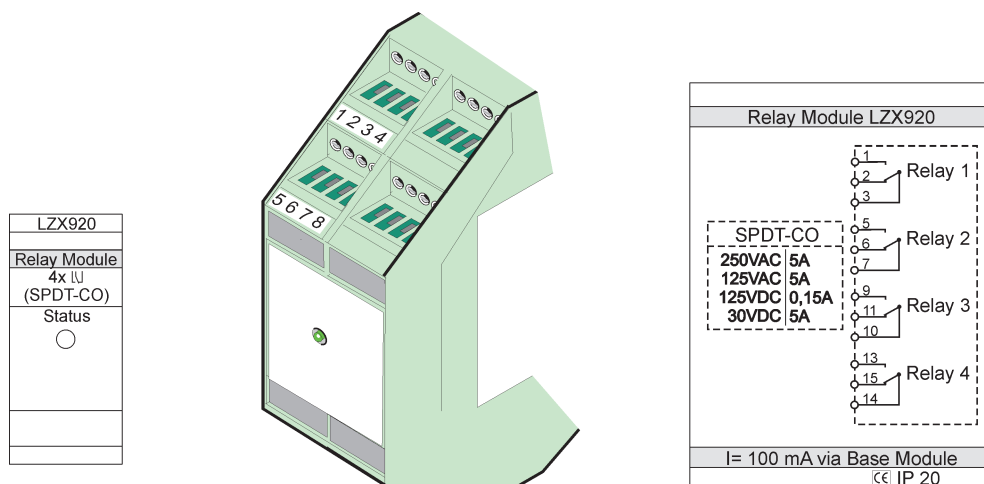

Рисунок 77 Внешний модуль реле
3. Выполните соответствующие соединения, как показано на Рисунок 77 и Таблица 50.